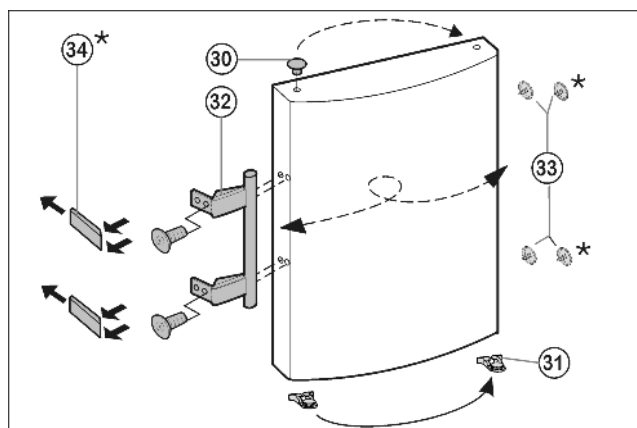

Fig. 7
- ▶ Til de stop Fig. 7 (33) uit de deurlagerbus en plaats hem om.
- ▶ Deurgreep Fig. 7 (32), stoppen Fig. 7 (33) en drukplaatjes* Fig. 7 (34) verwijderen en aan de andere kant aanbrengen.